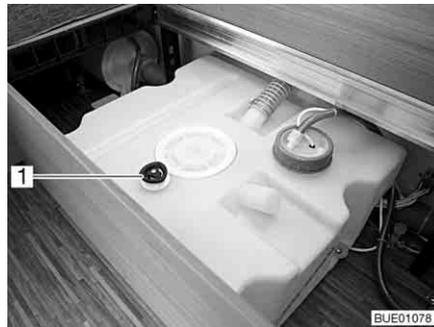
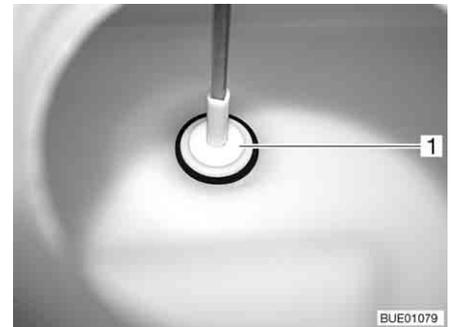

Bild 153 Wassertank
Bild 154 Verschluss-Stopfen
- Auf dem Wassertank den Drehgriff (Bild 153,1) entgegen dem Uhrzeigersinn bis zum Anschlag drehen. Im Tankboden wird der Verschluss-Stopfen (Bild 154,1) angehoben.
- Auf dem Wassertank den Drehgriff (Bild 153,1) im Uhrzeigersinn bis zum Anschlag drehen. Im Tankboden verschließt der Verschluss-Stopfen (Bild 154,1) die Ablauföffnung.